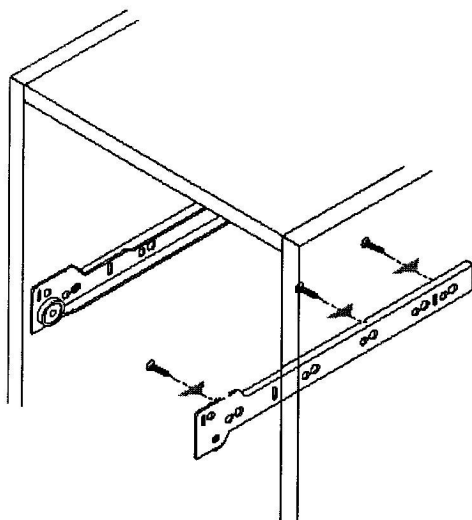

Рис. 1
1. На стенках вертикальных 32, 33 установить роликовые направляющие с помощью шурупов крепёжных 6,3x10,5 (рис. 1). В отверстия Ø 15мм в верхней части деталей вставить эксцентрики так, чтобы стрелка на эксцентрике была повернута в сторону кромки.